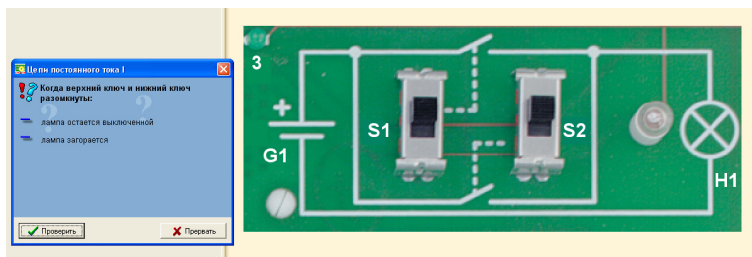

Рис. 4. Экспериментальная схема 3
9. Выбрать главу 3 «Параллельное соединение ключей». Изменяя положение двух параллельно подключенных ключей на экспериментальной схеме 3 (рис. 4), наблюдать результат.